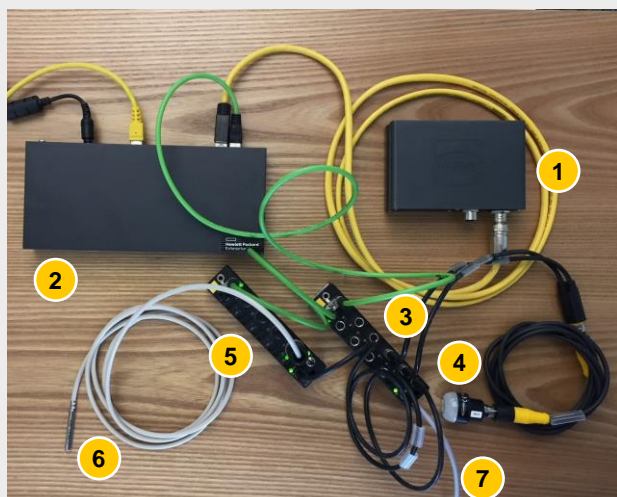

Abb. 1: Hardware-Layout mit MICA, E/A-Modulen und digitalen / analogen Sensoren / Aktoren
Abb. 1 zeigt die Hardwareeinstellung. Der MICA (①) wird über einen Power-over-Ethernet-Switch (②) mit dem ersten TURCK-Modul, einem 8-Kanal-Digital-E/A TBEN-S1-8DXP (③) verbunden. Das Pick-to-Light-Gerät (④)